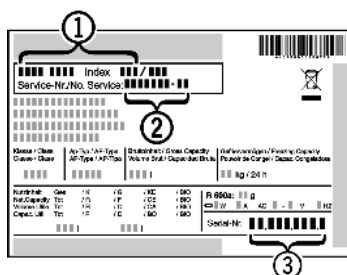

Fig. 20
- Odczytać z tabliczki znamionowej oznaczenie urządzenia *Fig. 20 (1)*, nr serwisowy *Fig. 20 (2)* oraz numer seryjny *Fig. 20 (3)*. Tabliczka znamionowa znajduje się po lewej stronie wewnątrz urządzenia.
- Poinformować serwis i podać opis zakłócenia, oznaczenie urządzenia *Fig. 20 (1)*, nr serwisowy *Fig. 20 (2)* oraz numer seryjny *Fig. 20 (3)*.